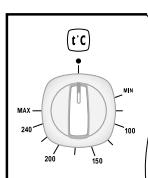

Рис. 15
- ручкой терморегулятора (рис. 15) задается температура нагрева духовки, которая поддерживается автоматически.